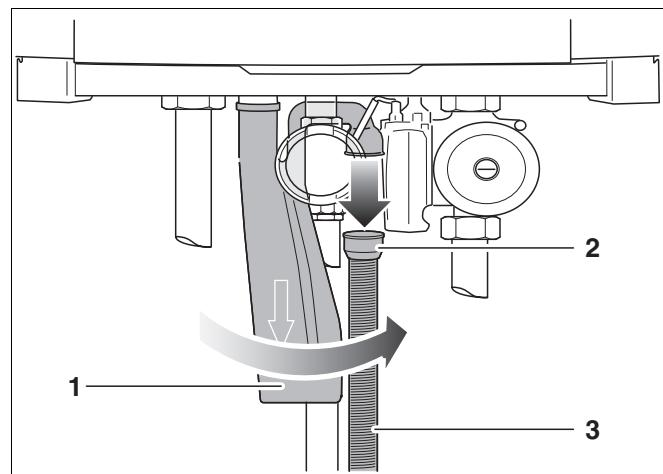

Fig. 91 Allentare il tubo flessibile ondulato
- Allentare il tubo ondulato (fig. 91, pos. 3) con il manicotto di gomma (fig. 91, pos. 2) dal sifone (fig. 91, pos. 1).
- Ruotare il sifone di un quarto di giro in senso orario (fig. 91).